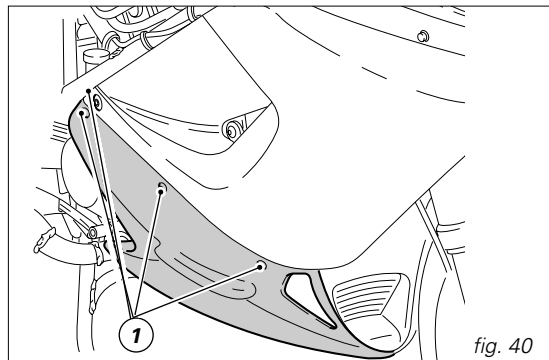

fig. 40
Destornillar los cuatro tornillos (1) que fijan cada semicarenado inferior al superior (fig. 40).